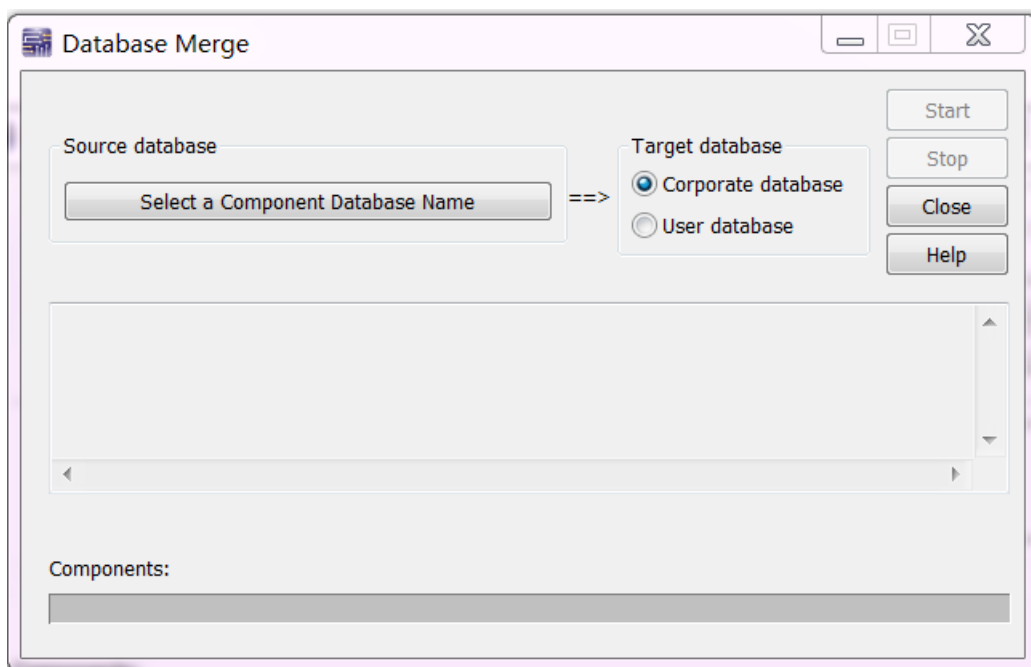

图 2-1 “Database Merge” 对话框
1. 打开 Multisim11 软件, 单击菜单栏上的 **Tools/Database/Merge Database** 命令, 打开 “Database Merge” 对话框(如图 2-1 所示)。